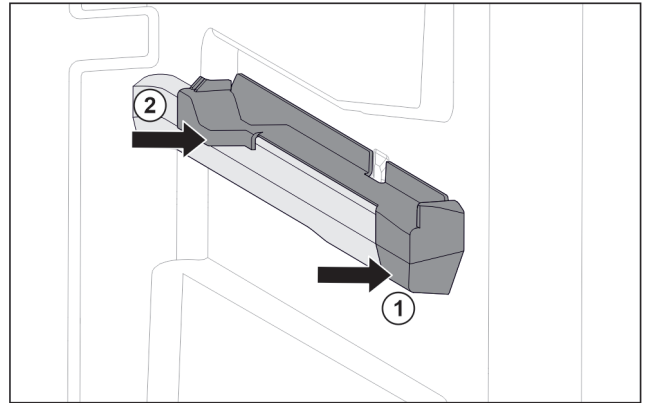

Fig. 120 右侧容器肋梁上的插装件
- ▶ 将插装件前部放到容器肋梁上。 Fig. 120 (1)
- ▶ 压紧插装件后部。 Fig. 120 (2)